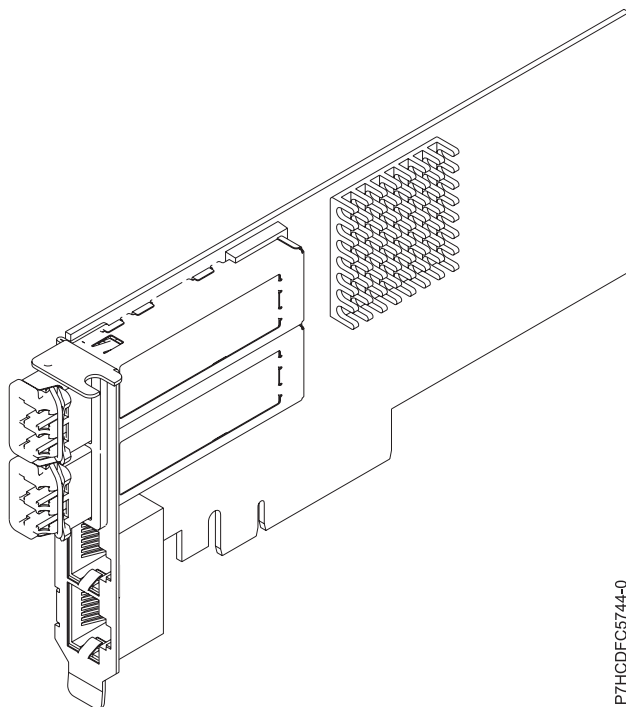

Figura 17. Adaptador UTP PCIe2 2x10GbE SR 2x1GbE
L'adaptador UTP PCIe2 2x10GbE SR 2x1GbE és un adaptador de cables unificat Ethernet PCI Express de 4 ports i de la 2a generació amb una interfície de bus d'amfitrió PCI Express 2.0. L'adaptador s'ha optimitzat per a dur a terme tasques de informàtiques de núvol, de virtualització, d'emmagatzematge i altres aplicacions del centre de dades. L'adaptador de quatre ports proporciona dos ports Ethernet de 10 Gb i dos ports Ethernet d'1 Gb. Els dos ports transceptors de coure de 10 Gb SFP+ (Small Form-Factor Pluggable - connectable de format petit) amb arrel única (SR) es fan servir per oferir connectivitat amb altres servidors o commutadors de la xarxa. Cada port SFP+ (SR) proporciona connectivitat Ethernet a una velocitat de dades nominal de 10 Gbps (gigabits per segon) i utilitza els cables twinaxials SFP+ de coure de fins a 5 metres (16,4 peus) de llarg. Cada port RJ45 proporciona connectivitat Ethernet a una velocitat de dades d'1 Gbps. L'agregació d'enllaços i els dispositius de migració després d'un error de l'adaptador són ideals per a aplicacions de xarxa de gravetat que requereixen redundància i alta disponibilitat. La Figura 17 a la pàgina 55 mostra l'adaptador FC 5745.